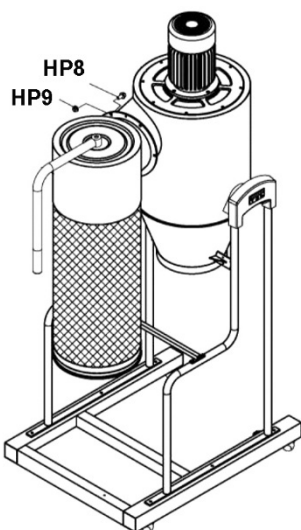

Figure 9
10. Placez le joint (W) entre le filtre de la boîte et le boîtier principal. Installez le filtre de la boîte dans le boîtier principal et serrez avec des vis à bride (HP8) et des écrous (HP9). Voir la Figure 9.